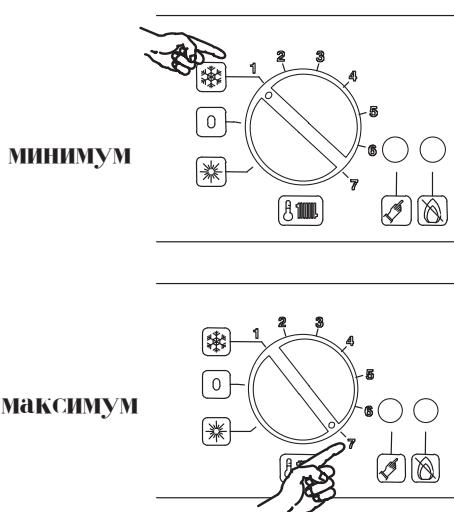

рисунок 2.6
Температура на выходе в системе отопления изменяется от мин. 38 градусов С до макс. 80 градусов С (рисунок 2.6), поворотом переключателя (13).